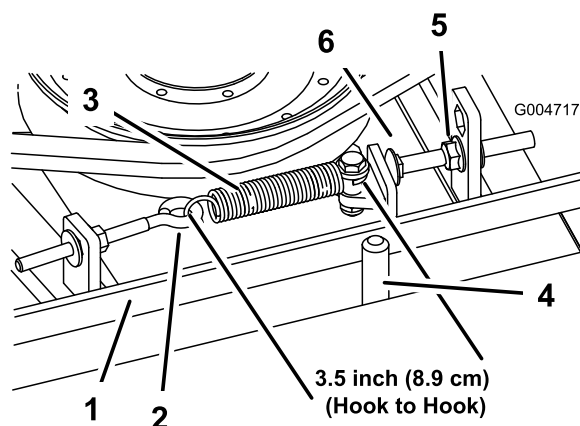

Figura 94
Quando a tensão estiver correta, a medida interior da mola de extensão (gancho a gancho) deverá ser de cerca de 8,3 cm a 9,5 cm. Logo que se obtenha a tensão correta da mola, ajuste o pino de fecho (parafuso da carroçaria) até haver uma folga aproximada de 2 a 5 mm entre a cabeça do parafuso e o braço intermédio (Figura 94).
Nota: Certifique-se de que correia está colocada no lado da mola do guia da correia (Figura 94).
2. Desaperte o parafuso com olhal permitindo a remoção da mola de extensão (Figura 94).
3. Desaperte a porca flangeada que prende o pino de fecho à patilha de montagem e afaste a polia intermédia da correia para libertar a tensão da correia (Figura 94).
Nota: Certifique-se de que correia está colocada no lado da mola do guia da correia (**Figura 94**).
9. Ligue a mola de extensão (**Figura 94**) ao parafuso de olhal e aplique a tensão na correia como se segue: